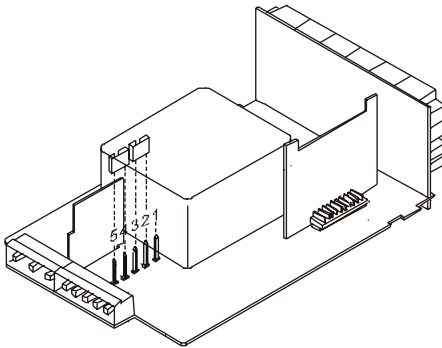

Abb. 9.2. Auswahl Versorgung 230 V oder 48 V AC
**115/230 V AC:** Geräte mit der Versorgung 115/230V AC werden für den Anschluß an 230V vorkonfiguriert. (USA 115 V AC), siehe Abb. 9.2 . Um auf 115V umzustellen, muß die Brücke "230V" entfernt und die beiden Brücken "115V" auf der Basisplatine installiert werden (siehe Abb. 9.3 und Tabelle 1.) Der Aufkleber muß an die Änderungen der Versorgung angepaßt werden.
**24/48 V AC:** Geräte mit der Versorgung 24/48V AC werden für den Anschluß an 24V vorkonfiguriert., siehe Abb. 9.3. Um auf 48V umzustellen, müssen die Brücken "24V" entfernt und die Brücke "48V" auf der Basisplatine installiert werden (siehe Abb. 9.2 und Tabelle 1.) Der Aufkleber muß an die Änderungen der Versorgung angepaßt werden.